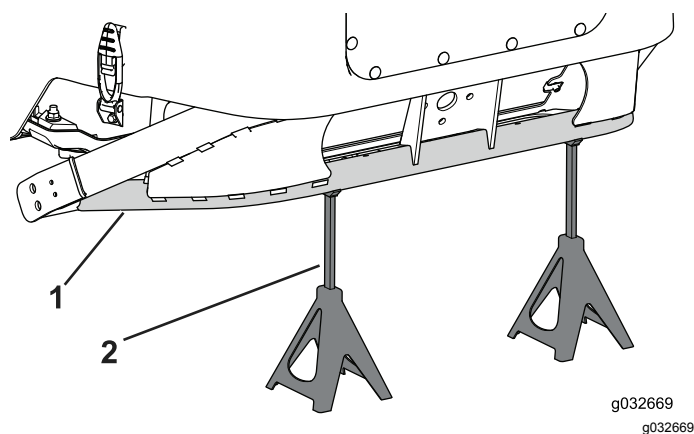

Figure 115
2. Avec un cric, soulevez suffisamment l'arrière de la machine pour permettre l'installation des roues d'été et soutenez le cadre avec des chandelles (**Figure 115**).
6. Avec un cric, abaissez les roues d'été au sol et soutenez l'arrière du cadre avec des chandelles (Figure 115).